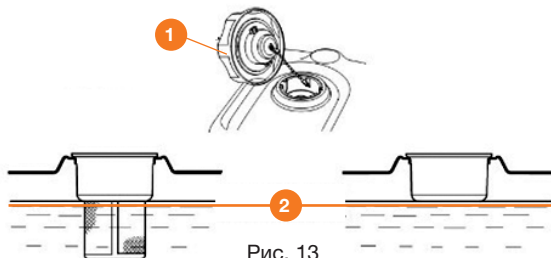

Рис. 13
При низком уровне топлива долейте его до установленного уровня ②. После заправки топливного бака надежно затяните пробку заправочной горловины ① (Рис. 13). Используйте только чистое дизельное топливо.